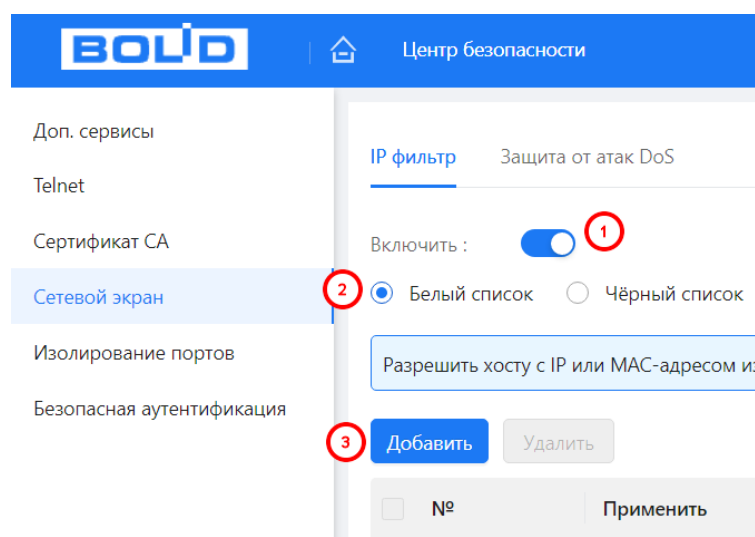

Рисунок 12.10 – Добавить
1. Включите функцию и выберите список доступа (Рисунок 12.10).
2. Нажмите кнопку «Добавить», выберите из выпадающего списка способ добавления (Рисунок 12.10). Доступно: